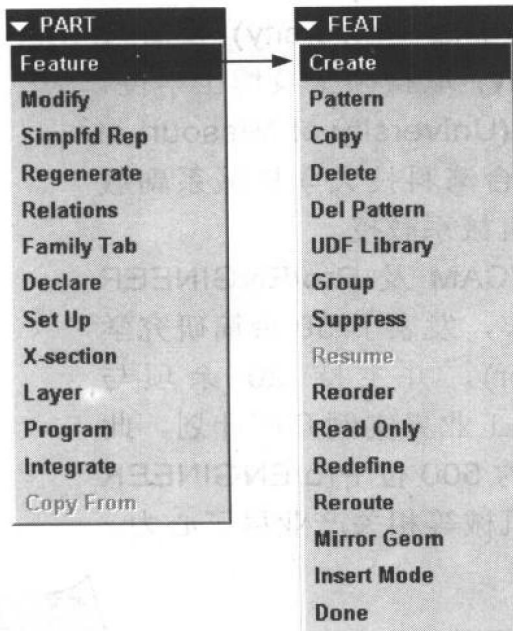

图 2
4. → (例如: Feature → Create): 不同菜单的命令(见图 2)。